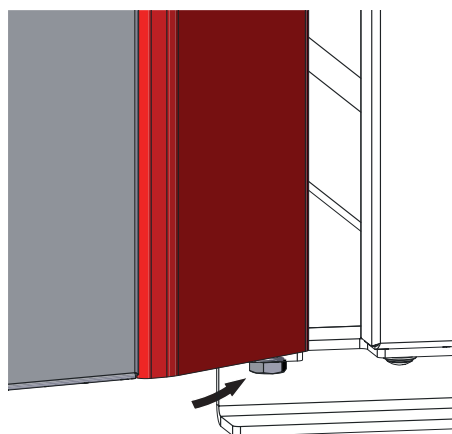

Fig. 78 Avvitare completamente la vite a testa esagonale
- ▶ Avvitare completamente la vite a testa esagonale in basso e stringerla – Fig. 78.